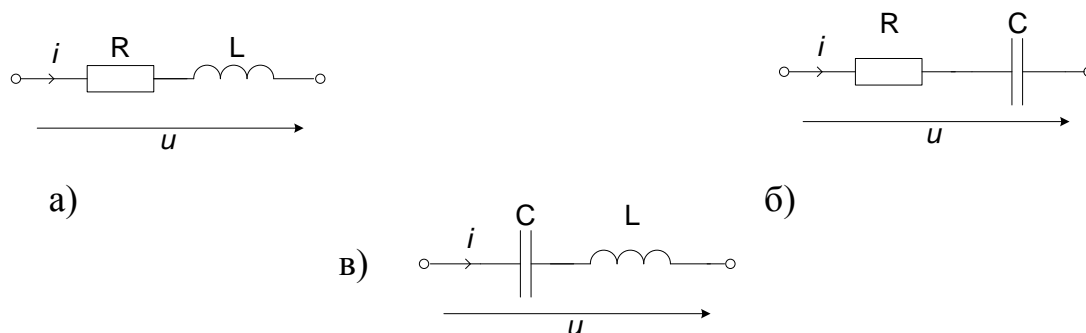

Рис. 63 Электрические схемы (задание 3)
1. Для электрической цепи (рис. 63) выполнить задание, указанное в таблице (табл.6), где G, B_L, B_C – проводимости элементов. Построить векторную диаграмму токов и напряжений.